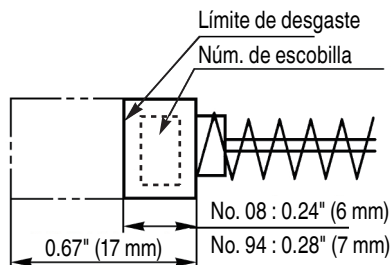

Fig. 17
4. Inspeccionar los escobillas de carb3n (Fig. 17)
Utilice las escobillas metabo HPT Nģm. 08 y Nģm. 94 indicadas en la Fig. 17.